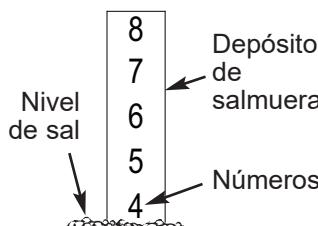

FIG. 22
2. La escala de nivel de sal, en el depósito de salmuera dentro del tanque, tiene los números 0 a 8 (vea Fig. 22). Fíjese en el número más alto en el que esté nivelada la sal, o al que esté más próxima.